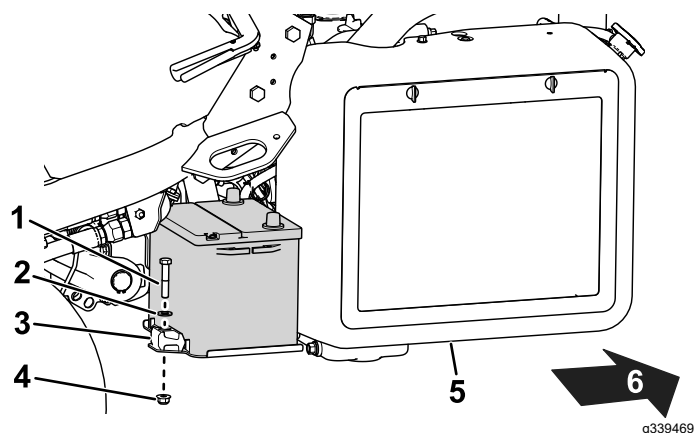

Figura 43
2. Retire las fijaciones que sujetan la batería a la bandeja (Figura 43) y levante la batería para sacarla.
- Coloque la batería en la bandeja y sujétela con las varillas y las fijaciones que retiró anteriormente (Figura 43).